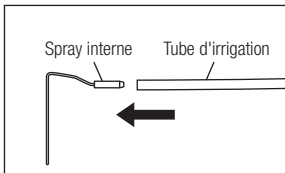

Fig. 7
- 2) Raccordez fermement le tube d'irrigation à l'embout de spray interne. (Fig.7)